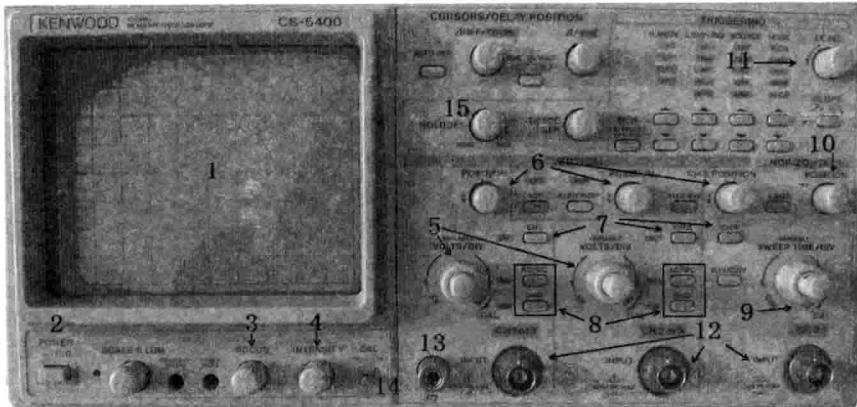

图 1.9 建伍 CS-5400 模拟示波器
见图 1.9 中 1 位置。荧光屏是示波管的显示部分。屏上水平方向和垂直方向各有多条刻度线，称为标尺，指示出信号波形电压和时间之间的关系。水平方向指示时间，垂直方向指示电压。标尺通常在垂直方向有 8 个格，水平方向有 10 个格，每个格为 1cm。根据被测信号在屏幕上占的格数乘以适当的比例常数 (VOLTS/DIV, TIME/DIV)，即能得出电压值与时间值。
(1) 电源 (POWER) 见图 1.9 中 2 位置为示波器主电源开关。按下此开关，电源指示灯亮，电源接通。
(2) 聚焦 (FOCUS) 见图 1.9 中 3 位置。旋转此旋钮可调节屏幕上光点的大小，以便获得最清晰的波形轨迹。
(3) 辉度 (INTENSITY) 见图 1.9 中 4 位置。旋转此旋钮能改变光点和扫描线的亮度。一般不要太亮，以延长示波管的使用寿命。
(1) 垂直偏转因数选择 (VOLTS/DIV) 和微调 见图 1.9 中 5 位置。垂直偏转系统对输入信号进行比例变换，使之能在屏幕上表现出来。在单位输入信号的作用下，光点在屏幕上偏移的距离称为偏移灵敏度。灵敏度的倒数称为偏转因数。垂直偏转因数的单位是 mV/DIV、V/DIV。示波器中每个通道各有一个垂直偏转因数选择波段开关。
(2) 时基选择 (TIME/DIV) 和微调 见图 1.9 中 9 位置。时基选择和微调的使用方法与
(3) 位移 (POSITION) 调节 见图 1.9 中 6 和 10 位置。示波器前面板上的位移 (POSITION) 旋钮调节信号波形在荧光屏上的位置。旋转水平位移旋钮 (标有水平双向箭头) 可以左右移动信号波形，旋转垂直位移旋钮 (标有垂直双向箭头) 可以上下移动信号波形。
(1) 输入通道选择 见图 1.9 中 7 位置。输入通道至少有三种选择方式：通道 1 (CH1)、通道 2 (CH2)、双通道 (CH3)。在建伍 CS-5400 中有三个通道可以选择。测试信号时，要将示波器的地与被测电路的地连接在一起。
根据输入通道的选择，将示波器探头插到相应通道插座 (见图 1.9 中 12 位置) 上，示波器另一端探头接触被测点。示波器探头上有一双位开关，此开关拨到 “ $\times 1$ ” 位置时，被测信号无衰减送到示波器，从荧光屏上读出的电压值是被测信号的实际电压值；此开关拨到 “ $\times 10$ ” 位置时，被测信号衰减为 1/10 送往示波器，从荧光屏上读出的电压值乘以 10 才是信号的实际电压值。
(2) 输入耦合方式 见图 1.9 中 8 位置。输入耦合方式有三种选择：交流(AC)、地(GND)、直流(DC)。直流耦合用于测定信号直流绝对值和观测极低频信号。交流耦合用于观测交流和含有直流成分的交流信号。当选择 “GND” 时，扫描线显示出 “示波器地” 在荧光屏上的位置，在屏幕上将会看到一条位于 0V 电平的直线，这时可以使用位置控制机构来调节这个参考电平或扫描基线的位置。
(3) 触发电平 (LEVEL) 见图 1.9 中 11 位置。触发电平调节旋钮调节触发信号的触发电平。一旦触发信号超过旋钮设定的触发电平，扫描即被触发。顺时针旋转旋钮，触发电平上升；逆时针旋转旋钮，触发电平下降。当电平旋钮调到电平锁定位置时，触发电平自动保持在触发信号的幅度内，不需要电平调节就能产生一个稳定的触发。当信号波形复杂，用电平旋钮不能稳定触发时，用释抑 (HOLD OFF) 旋钮 (见图 1.9 中 15 位置) 调节波形的释抑时间 (扫描暂停时间)，就能使扫描与波形稳定同步。